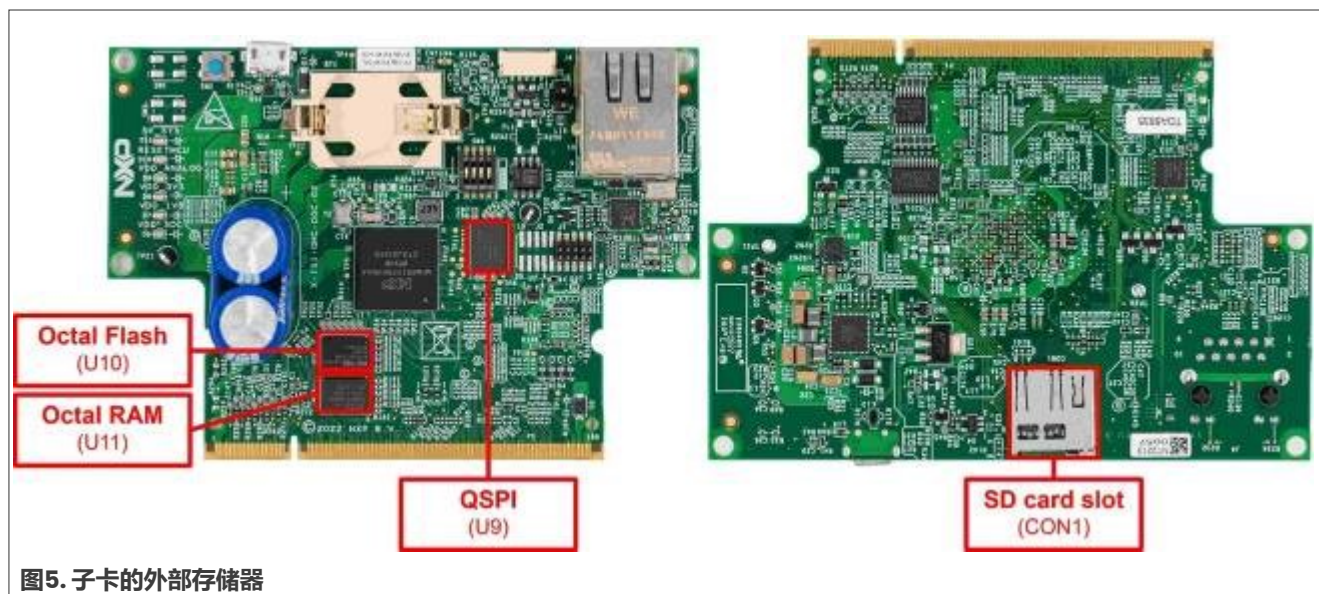

图5. 子卡的外部存储器
i.MX RT1176跨界MCU提供多种外部存储器接口，包括SDRAM、SLC NAND FLASH、NOR/NAND FLASH、SD/eMMC、带XIP功能的Quad/Octal SPI以及Hyper RAM/Flash。子卡包括如图5所示的下列外部存储器接口：